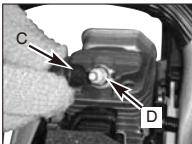

Bild. 18B
3. Ziehen Sie den Leitungsstecker (C) von der Zündkerze ab (D), indem Sie gleichzeitig an ihm ziehen und ihn drehen (Bild.18B).